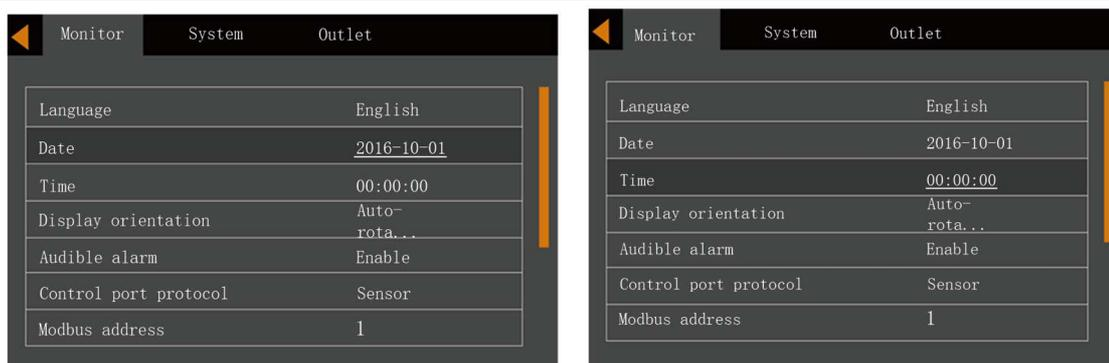

Figura 5-21 Cambio de fecha y hora
4. Pulse la tecla , mueva el cursor y pulse la tecla  o  para cambiar la fecha y la hora según sea necesario. Véase la Figura 5-21.